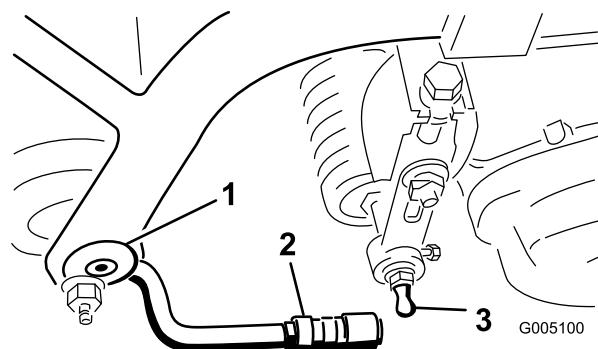

Figura 11
2. Coloque um tampão esférico em cada uma das extremidades do cilindro dianteiro das unidades de corte (Figura 11).
4. Faça deslizar a manga para a junta esférica e rode o braço de apoio para baixo até que o suporte encaixe no tampão esférico. Liberte a manga, fazendo a deslizar para o engate, bloqueando desta forma a estrutura (Figura 11).